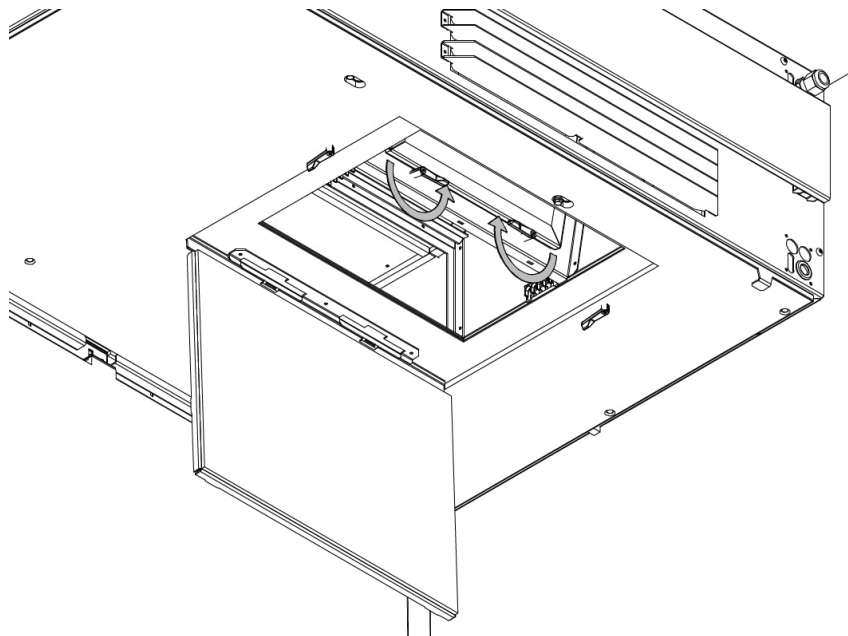

Figur 11: Ta ut grovfiltret
4. Ta ut filtret och byt ut det mot ett nytt, se Figur 11 och Figur 12.